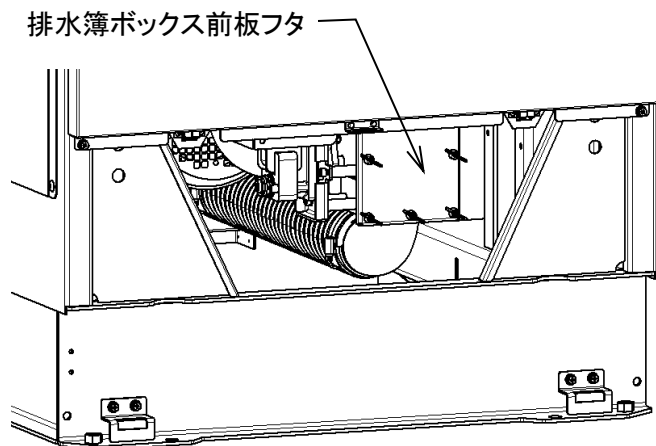

図 8-13
- ・ 前面下部カバーを外します。(図 8-13)
- ・ 前面に⑧排水ボックス前板フタが見えます。
- ・ ⑧排水ボックス前板フタを開けると排水ボックス内の排水しきれなかった水が出て来ます。排水ボックスの下にトレイなどを置き作業すること。
- ・ ⑩蝶ナットを緩め、⑧排水ボックス前板フタと⑨排水ボックス前板パッキンを外します。
- ・ 排水ボックス内のゴミを取り除き、⑤排水弁ゴム板の表面に付着物がある場合は拭取ります。
- ・ ⑤排水弁ゴム板にひび割れや損傷がないか確認します。